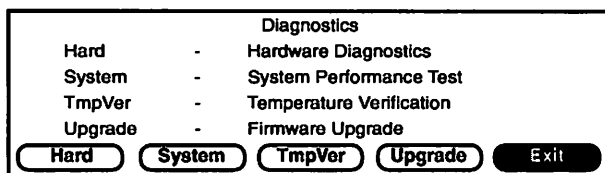
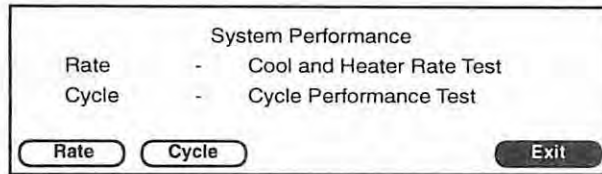
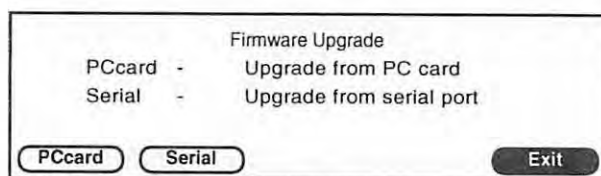

Fig. 1-8 診断テスト選択スクリーン
Fig.1-9 システムパフォーマンススクリーン
Fig. 1-11 Firmware アップグレードスクリーン
診断スクリーン(Fig.1-8) から **F2**-Systemを押してください。システムパフォーマンススクリーン(Fig.1-9)が表示されます。
1. システムパフォーマンススクリーン(Fig.1-9)から、**F1** -Rateを押して下さい
1. システムパフォーマンススクリーン(Fig. 1-9)から **F2** -Cycleを押してください。
2. 診断テスト選択スクリーン(Fig.1-8) から **F4** -Update を押すと、Firmware アップグレードスクリーンになります。
2. 診断テスト選択スクリーンから(Fig.1-8) から **F4** -Updateを押して、Firmware アップグレードスクリーン(Fig. 1-11)にした後、**F1** -PC カードを選択します。